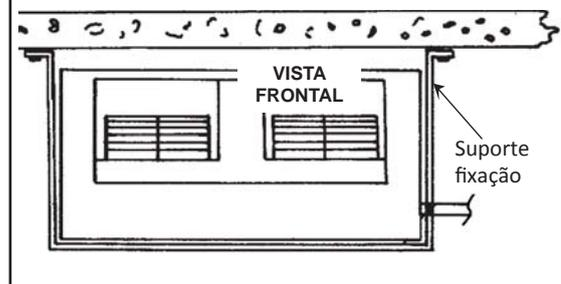

Figura 4b - Instalação do tipo suspensa.
4. Se a instalação escolhida for do tipo suspensa, deve ser providenciado suportes de fixação em formato de "U" que suportem o peso dos aparelhos conforme ilustrado na figura 4b.